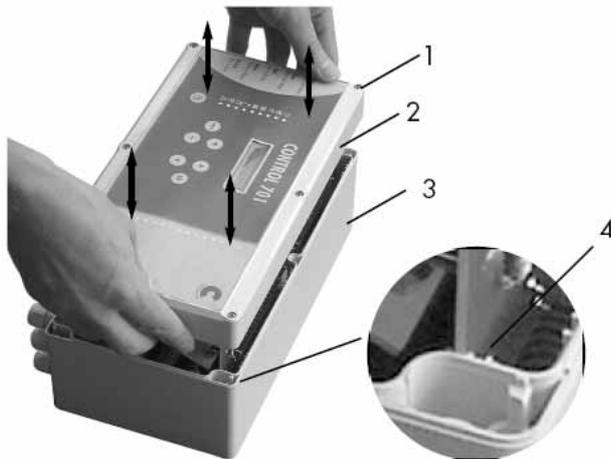

Abbildung 1: Gehäuse CONTROL 701
Die Montage darf ausschließlich in Innenräumen erfolgen. Nach dem Lösen der Schrauben (1) kann das Gehäuseoberteil (2) nach vorn abgezogen werden (vgl. Abbildung 1). Beim Schließen des Oberteils ist darauf zu achten, dass die am Deckel befindliche Platine in die Führungsnuten (4) am Gehäuseunterteil eingeführt wird. Das Gehäuseunterteil (3) kann mit Hilfe der Bohrungen an einer Innenwand befestigt werden. Danach kann der elektrische Anschluss erfolgen.